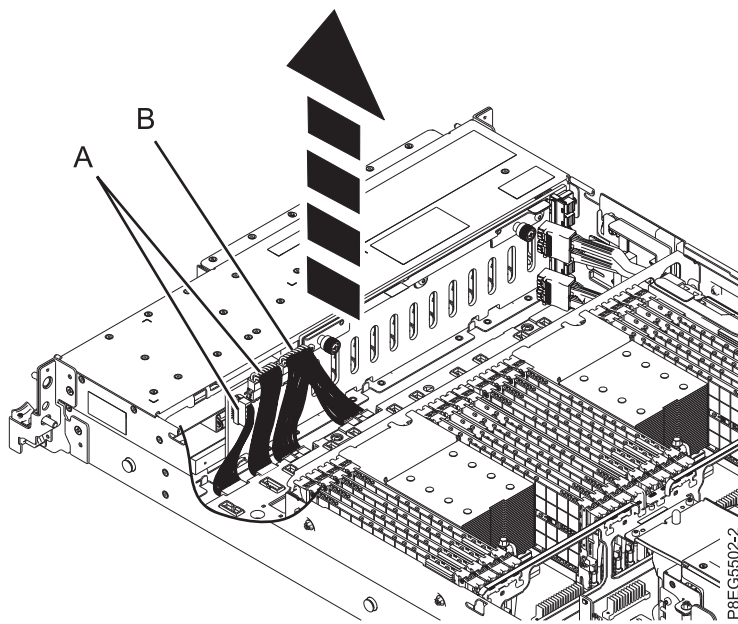

Figure 4. Déconnexion du cordon d'interface, du câble du panneau de commande et du câble d'alimentation
5. Étiquetez et déconnectez tous les cordons d'interface et les câbles du panneau de commande (A), ainsi que le câble en Y d'alimentation (B) du fond de panier d'unité de disque, comme illustré dans la figure 4.